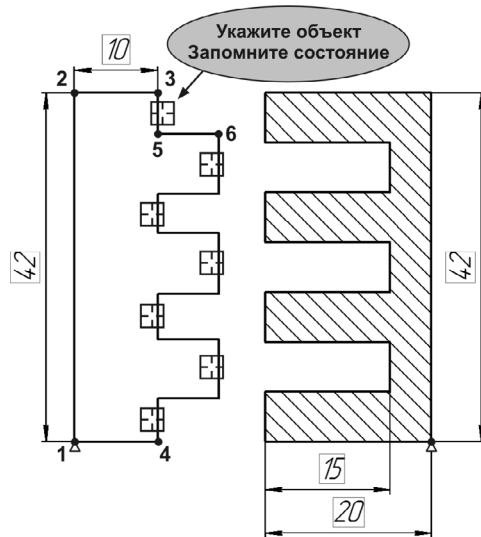

Рис. 62.59.
- 7.3. Нажмите кнопку **Выбор базового объекта** на Панели специального управления и укажите отрезок 3–5 (рис. 62.59).